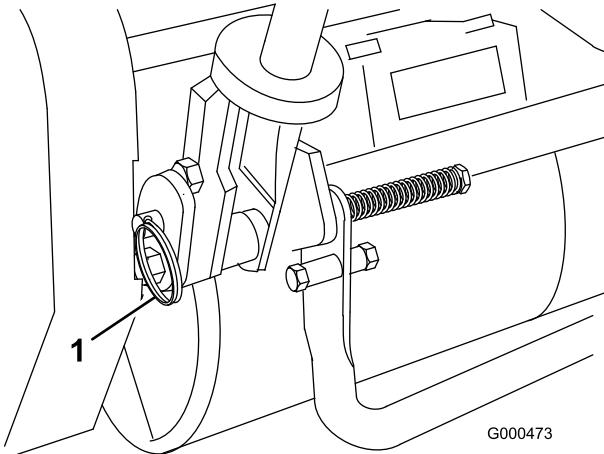

Figure 6
1. Retirez les goupilles fendues des axes de chape de chaque côté de la tondeuse (Figure 6).
2. Soutenez le guidon et retirez les axes de chape de chaque côté pour monter ou descendre le guidon à la hauteur voulue (Figure 6).